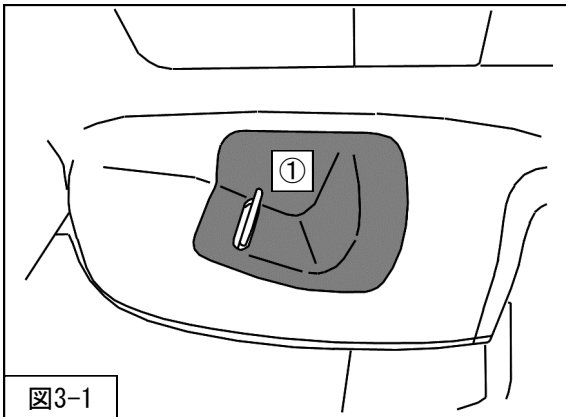

図3-1
を取外してください。(図3-1)
8. 室内のサイドライニングに①リッドを取付けてください。（図3-1）
本製品は、フロントサスペンションASSYがストラットタイプ、リアショックアブソーバASSYが標準タイプとなっています。リアの減衰力調整は、サイドライニングからリッドを取外し（図3-1）、減衰力調整ダイヤル（同梱品）で行ってください。